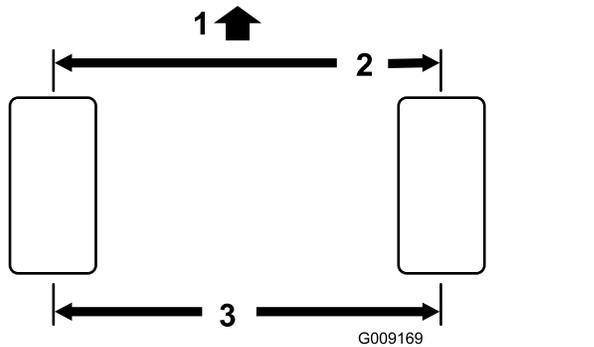

Bild 48
- Messen Sie den Abstand vorne und hinten an den Lenkreifen Mitte-zu-Mitte (auf Achshöhe). Der vordere Wert darf höchstens um 3 mm geringer sein als der hintere (Bild 48).